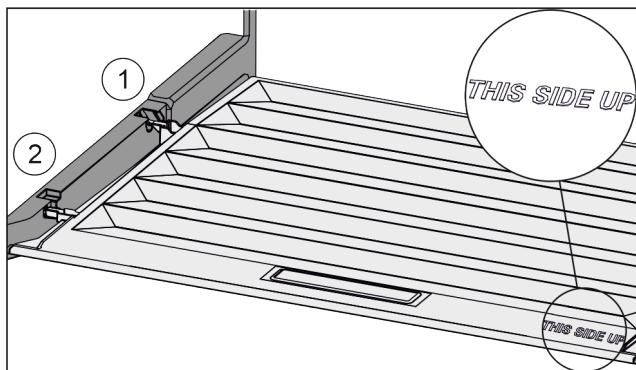

Fig. 158
- Пъхнете шийките на капака през отвора в задния държач Fig. 158 (1) и фиксирайте отпред в държача Fig. 158 (2).